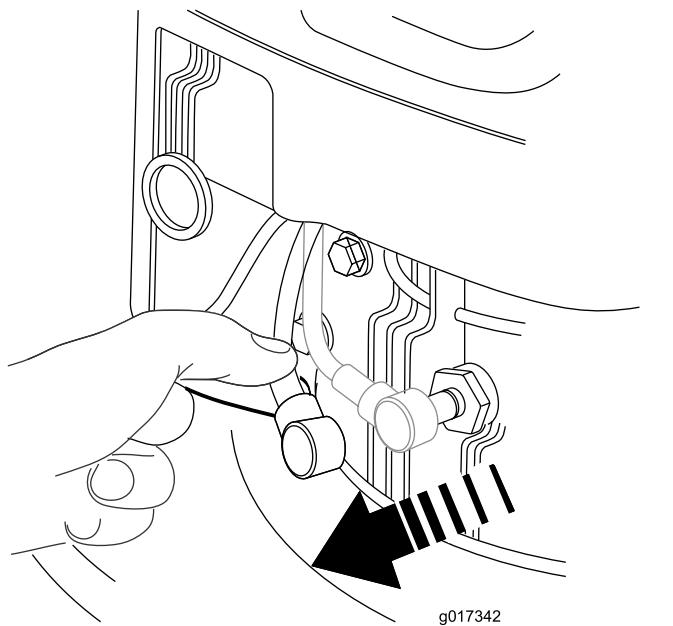

Figura 19
2. Desligue o fio da vela da ignição da vela da ignição **Figura 19** antes de executar qualquer procedimento de manutenção.